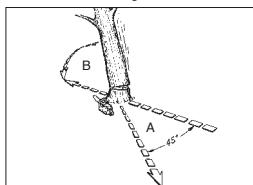

Abb. 12
**ACHTUNG:** Vor dem Schneiden sollte ein Rückzugsplatz (A) geplant und freigelegt werden. Der Rückzugsplatz sollte nach hinten und diagonal zur Rückseite der erwarteten Fallrichtung verlaufen, wie in Abb. 12 dargestellt ist.
**HINWEIS:** Die Fallrichtung (B) wird vom Kerbschnitt bestimmt. Berücksichtigen Sie vor dem Schneiden die Anordnung größerer Zweige und die natürliche Neigung des Baumes, um den Fallweg des Baumes abzuschätzen.
**ACHTUNG:** Wenn der Fällschnitt sich dem Ankerpunkt nähert, beginnt der Baum zu fallen. Sobald der Baum zu fallen beginnt, ziehen Sie die Säge aus dem Schnitt heraus, stoppen Sie den Motor, legen Sie die Kettensäge ab und verlassen Sie den Bereich über den Rückzugsplatz (Abb. 12).